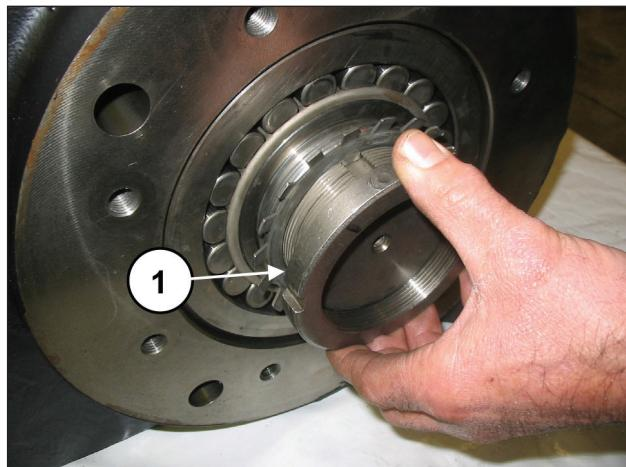
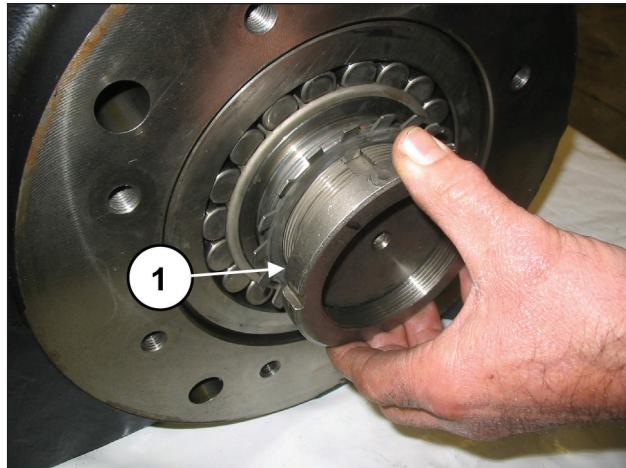
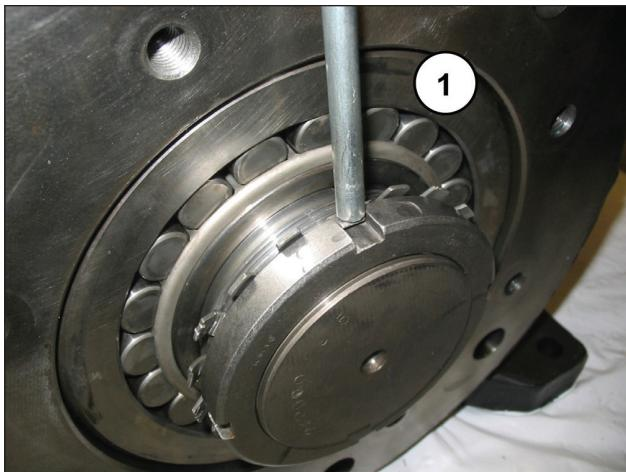

图54
图55
图56
拧紧环形螺母，插入安全垫圈（①，图54）并将环形螺母重新拧紧到底（①，图55），然后弯曲垫圈的锁定键（①，图56）。